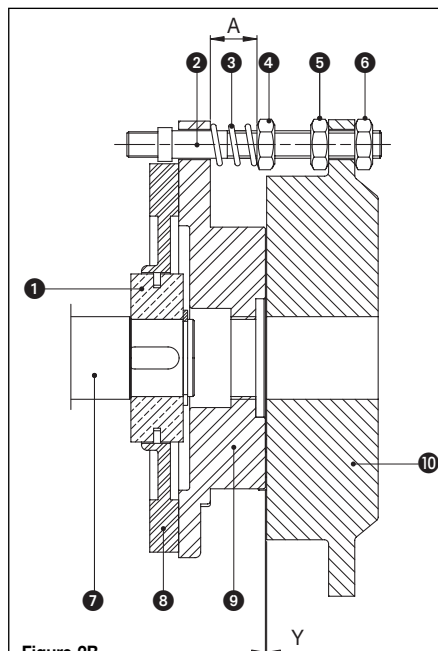

Figure 2B
2.2 Solution de fabrication du frein pour moteurs de taille 71÷160 (Figure 2B)